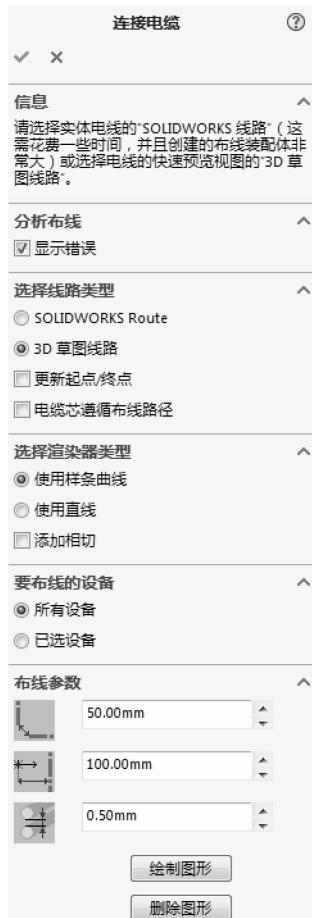

图 16-19 电缆布线
- 步骤 2 电缆布线 单击【电缆布线】/[显示错误]，按照图 16-19 所示设置。单击【确定】。